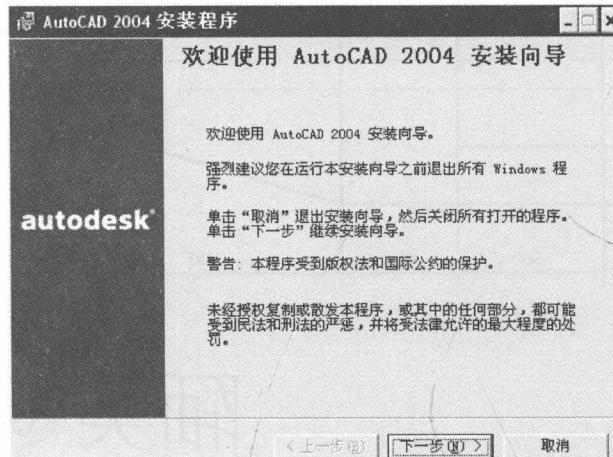

图 1-2
①将 AutoCAD 2004 安装光盘放入光驱后,安装程序将自动运行。也可以在 Windows 系统的资源管理器存放有程序安装的盘符中查找“setup.exe”并运行该文件。AutoCAD 显示“AutoCAD 2004 安装程序”对话框,如图 1-2 所示,执行安装程序。